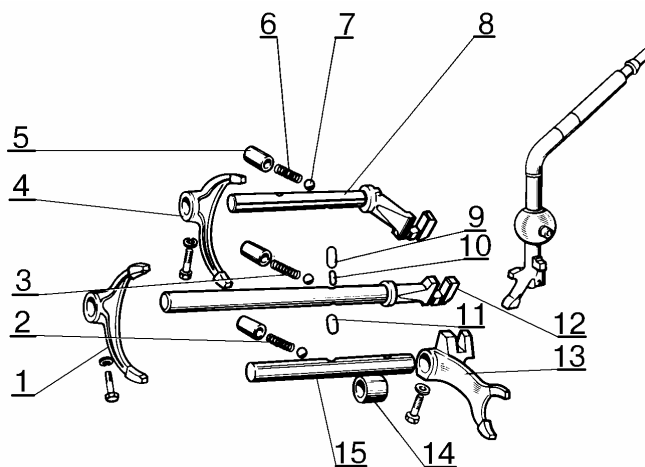

Рис.9. Детали механизма переключения передач:
- вывернуть болт крепления вилки 1, рис.9, переключения III-IV передач (ключ торцовый 10 мм 67.7812-9521);